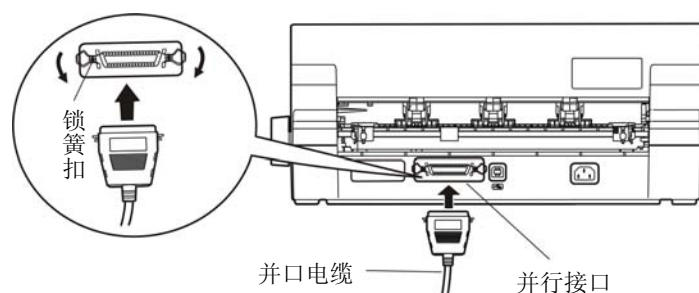
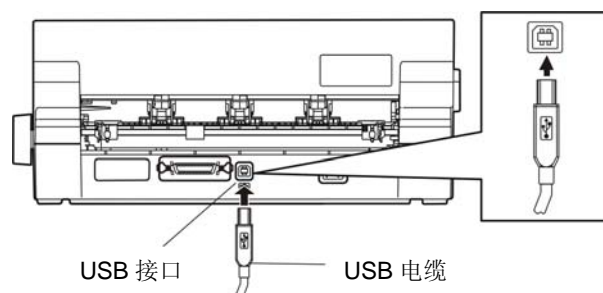
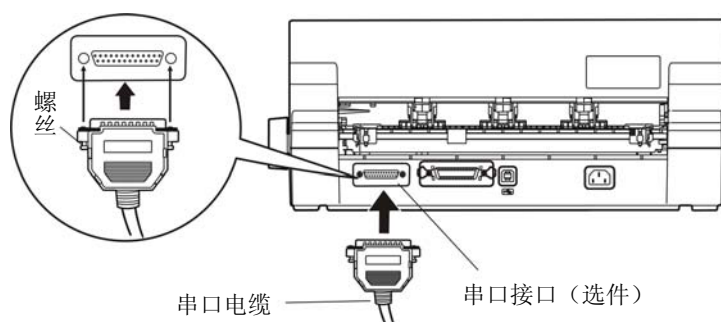
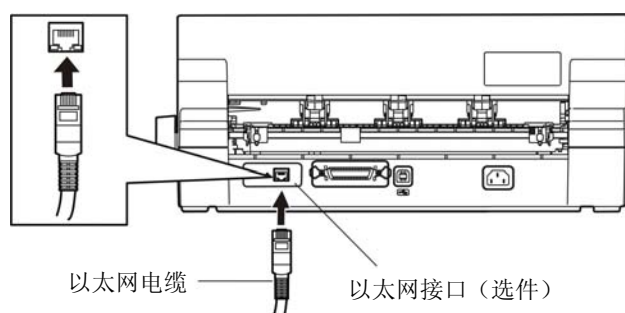

图 2-9 连接并口电缆
图 2-10 连接 USB 电缆
图 2-11 连接串口电缆
图 2-12 连接以太网电缆
本打印机标配并行接口和 USB 接口，可选配串行接口或以太网接口。请根据需要，用相应的接口电缆把打印机与计算机相连〔如图 2-9、图 2-10、图 2-11 和图 2-12 所示〕。
1. 关闭计算机与打印机的电源，将并口电缆插头连接到打印机的并行接口，扣上连接器两侧的锁簧扣，使插头固定（如图 2-9 所示）。
1. 将 USB 电缆的 A 端插头（方型）插进打印机的 USB 接口插座中（如图 2-10 所示）。
1. 关闭计算机与打印机的电源，将串口电缆插头连接到打印机的串行接口，拧紧两侧的螺丝，使插头固定（如图 2-11 所示）。
将以太网电缆的 RJ-45 水晶插头一端插进打印机的以太网接口插座中，另一端插头连接到局域网的接入端（如图 2-12 所示）。